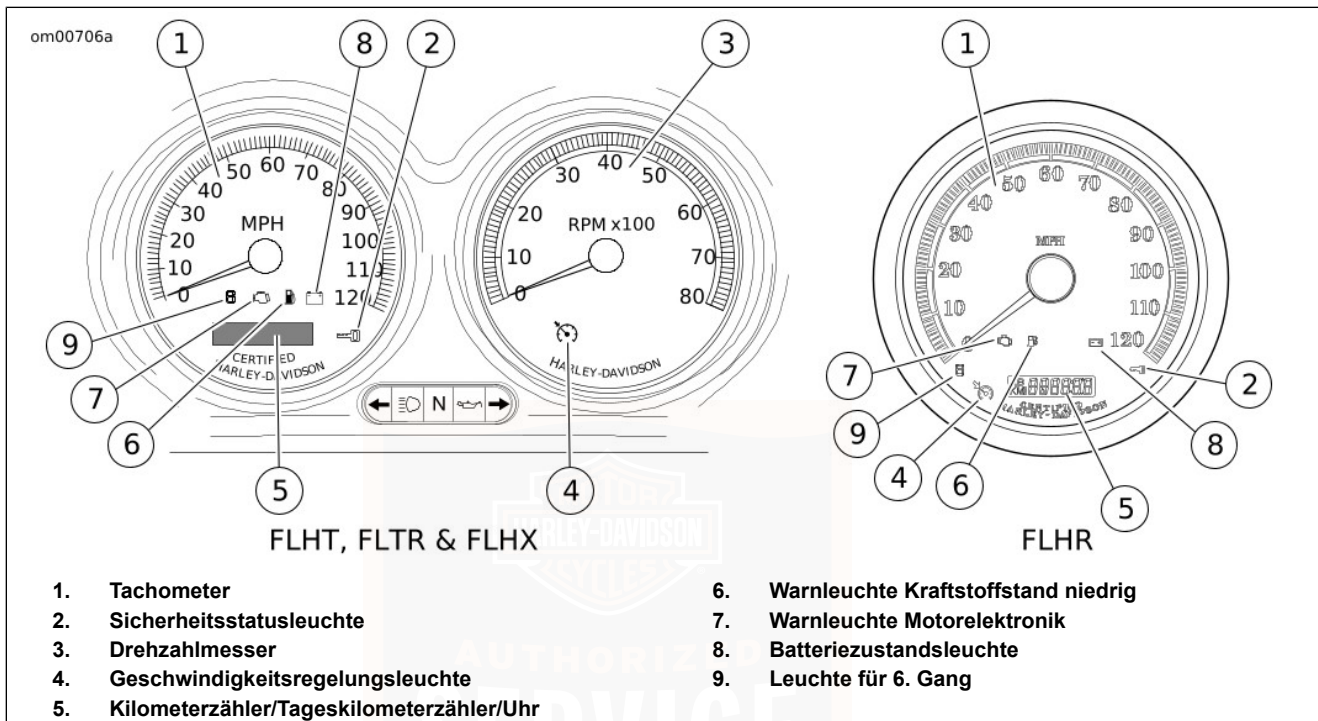

Abbildung 5. Kontrollleuchten: Touring-Modelle
Siehe Abbildung 5. Der Tachometer registriert die Vorwärtsgeschwindigkeit in Kilometer pro Stunde (internationale Modelle) oder Meilen pro Stunde (US-Modelle). Der Tachometer bietet auch folgende wählbare Funktionen:
1. Siehe Abbildung 5. Wenn der Zündschalter in beliebiger Stellung ist, werden durch Drücken des Funktionsschalters die Kilometerzähleranzeige und die Uhr aktiviert. Zeit und Kilometerstand können ohne Entsperren des Zündschalters nachgesehen werden. Den Funktionsschalter kurz drücken, um den Kilometerzähler einzublenden. Den Funktionsschalter noch einmal kurz drücken, um die Uhrzeit einzublenden.
2. Siehe Abbildung 5. Den Funktionsschalter drücken, bis die Zeit (Stunden und Minuten) eingeblendet wird. Den Funktionsschalter fünf Sekunden oder so lange gedrückt halten, bis 12HR auf der Tachometeranzeige zu blinken beginnt. Den Knopf loslassen.
Siehe Abbildung 5. Der Drehzahlmesser misst die Motordrehzahl in Umdrehungen pro Minute (U/min).
Siehe Abbildung 5. Die Warnleuchte Motorelektronik befindet sich im linken unteren Tachometerbereich (FLHT-Modelle) bzw. im mittleren unteren Bereich des Tachometers (FLHR-Modelle). Sie zeigt an, ob der Motor bzw. das Motor-Management-System normal arbeitet. Die Farbe der Warnleuchte Motorelektronik ist orange.
Siehe Abbildung 5. Die Kraftstoffstand-Warnleuchte befindet sich auf dem Tachometer im mittleren unteren Bereich neben der Warnleuchte Motorelektronik. Die Warnleuchte Kraftstoffstand niedrig leuchtet auf, wenn nur noch etwa 3,8 L (1 gal) Benzin im Tank vorhanden sind. Die Farbe der Warnleuchte Kraftstoffstand niedrig ist orange.
Siehe Abbildung 5. Modelle mit Geschwindigkeitsregelung verfügen über zwei zusätzliche Kontrollleuchten.
1. Siehe Abbildung 5. Den Geschwindigkeitsregelungsschalter EINSCHALTEN. Das orange Symbol auf dem Geschwindigkeitsregelungsschalter leuchtet auf, wenn dieser eingeschaltet ist.